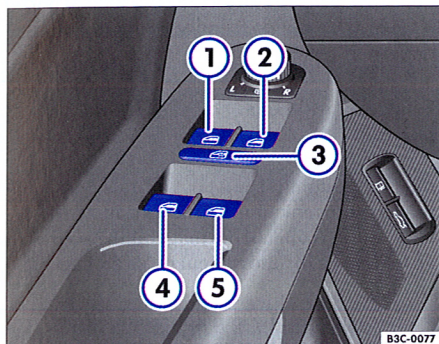

Fig. 36 Imagine din ușa conducătorului: Taste pentru geamurile din față și din spate
- Apăsați tasta ⇒ fig. 36 ①, ②, ④ sau ⑤, pentru a deschide geamul respectiv.
Cu ajutorul comutatorului de siguranță ⇒ fig. 36 ③ din ușa conducătorului se poate dezactiva funcția tastelor pentru acționare geamurilor, din ușile din spate.
Tastele ⇒ pagina 50, fig. 36" ①, ②, ④ și ⑤ au două poziții pentru deschiderea și două pentru închiderea geamurilor. Astfel este mai ușor de controlat procesul de deschidere și închidere a geamurilor.